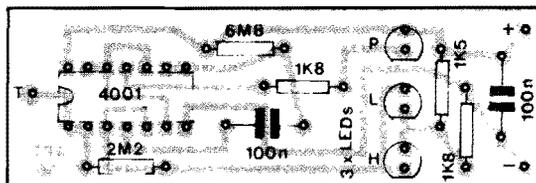
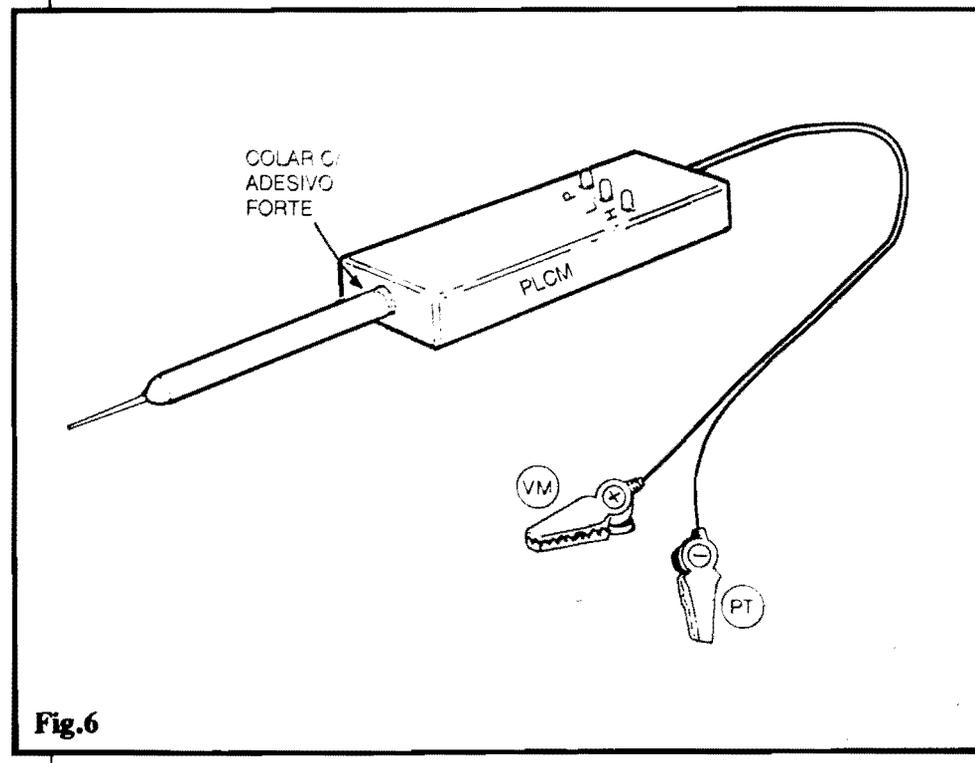

Fig.4
Fig. 6
- FIG. 4 - "CHAPEADO" DA MONTAGEM - O lado não cobreado da plaquinha, já com todas as peças colocadas. Cada componente está identificado pelo seu código, valor, polaridade e outros detalhes importantes (como é "costume" nos artigos que descrevem as montagens dos projetos de APE...) de modo que mesmo um iniciante, ainda "verde" nas "coisas" da Eletrônica, conseguirá interpretar corretamente o diagrama e levar a montagem a bom termo... Pedimos, porém, especial atenção para os componentes polarizados, quais sejam: o Integrado, cuja extremidade marcada deve ficar voltada para uma das bordas menores da placa (aquela que
- FIG. 6 - O ACABAMENTO DA PLCM... - Uma caixinha em formato alongado, estreita, constitui o **container** ideal para o circuito, principalmente devido às especiais condições em que se deve ser manuseado, quase como se a própria caixa fosse um prolongamento da ponta de teste... O "jeitão" sugerido na figura torna-se extremamente confortável, ergonômico e também seguro durante a utilização, além de manter o pequeno display de três LEDs em posição facilmente visível ao operador, seja ele destro ou canhoto... Observar que o corpo plástico (isolamento) da ponta de prova deve ser rigidamente colado ao centro de uma das faces menores da caixinha, ficando o furo de passagem do cabo paralelo polarizado (de alimentação), exatamente na face oposta do **container** (aquela mais próxima dos três LEDs indicadores...). Não esquecer da marcação identificatória dos LEDs, condição importante para o correto diagnóstico das indicações feitas pela PLCM... Essa identificação deve ser referenciada pelas marcações vistas no "esquema" (FIG. 1) e no "chapeado" (FIG. 4). Seu significado, para quem ainda não "percebeu", é: H = **high** ("alto", ou "1"), L = **low** (ou "baixo", ou "0") e P = **pulse** ("pulso").